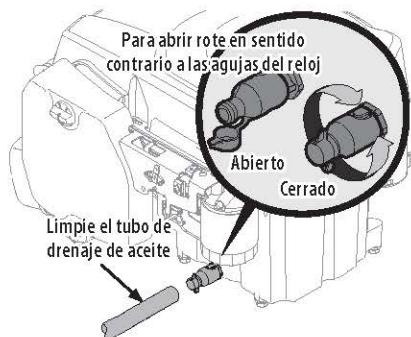

Figura 33
- Abra la tapita protectora del extremo de la válvula de drenaje para visualizar el orificio de drenaje (Figura 33).